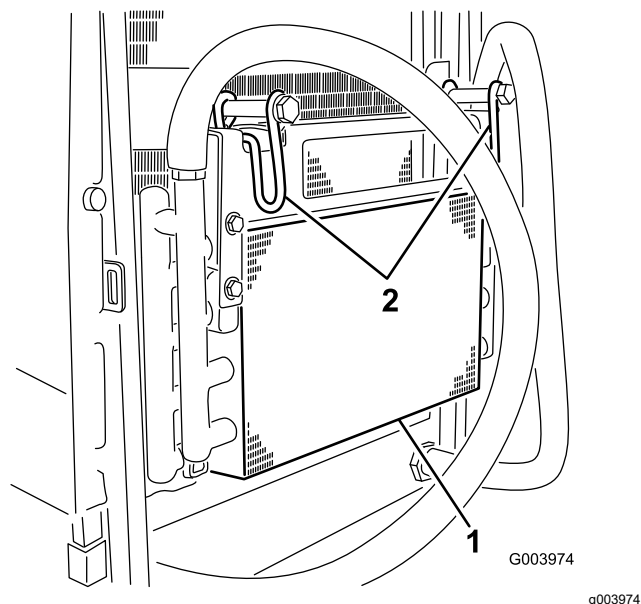

Figura 66
5. Articule os trincos para dentro para libertar o arrefecedor do óleo (Figura 66).